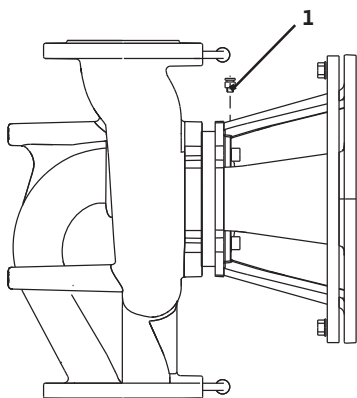

Fig. 40: Atgaisošanas vārsts
- Atgaisot sūkņus, atverot atgaisošanas vārstus (Fig. 40, 1. poz.). Darbošanās bez ūdens bojā sūkņa gala blīvējumu. Spiediet sensoru nedrīkst atgaisot (bojājumu risks).